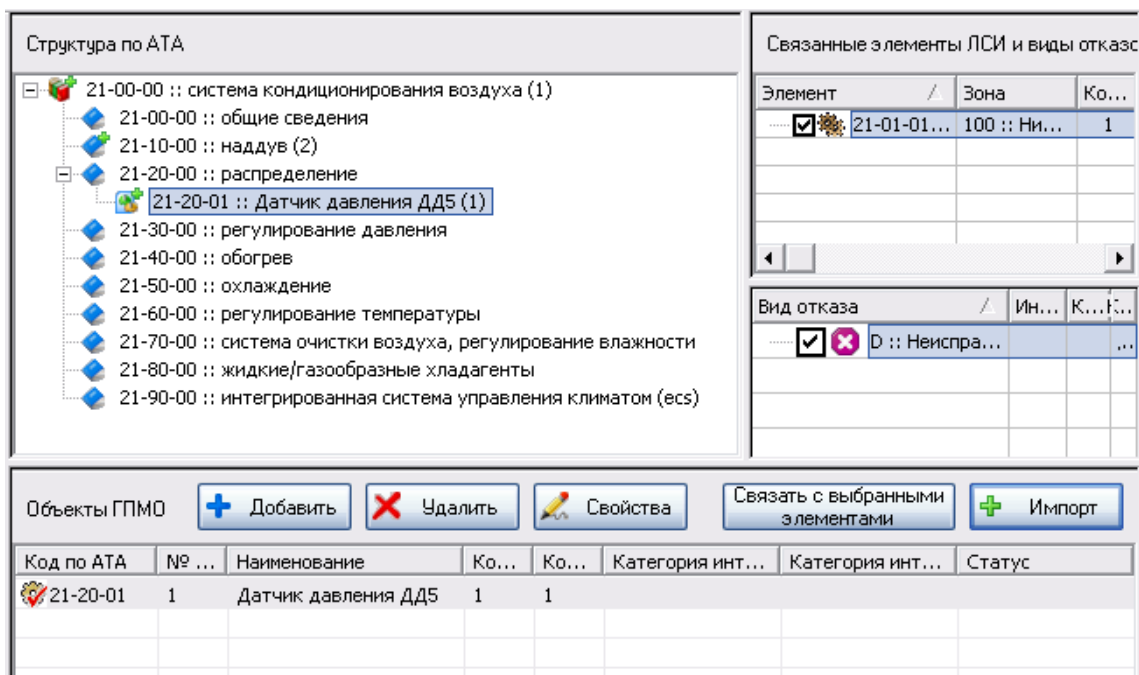

Рис. 11-10
5. В правом верхнем окне выберите элементы ЛСИ, связанные с изделиями, и виды отказов, с которыми нужно установить связь. Для этого поставьте флаг напротив элемента ЛСИ (вида отказа) (рис. 11-10). Если элемент ЛСИ или вид отказа был выбран ошибочно, снимите флаг.